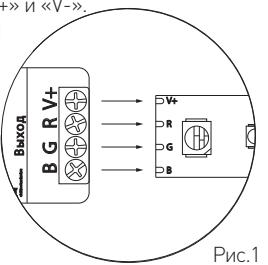

Рис.1
- Светодиодная лента RGB/RGBW/RGBWW-W подключается следуя маркировке, указываемой на ленте и контроллере см.рис.1